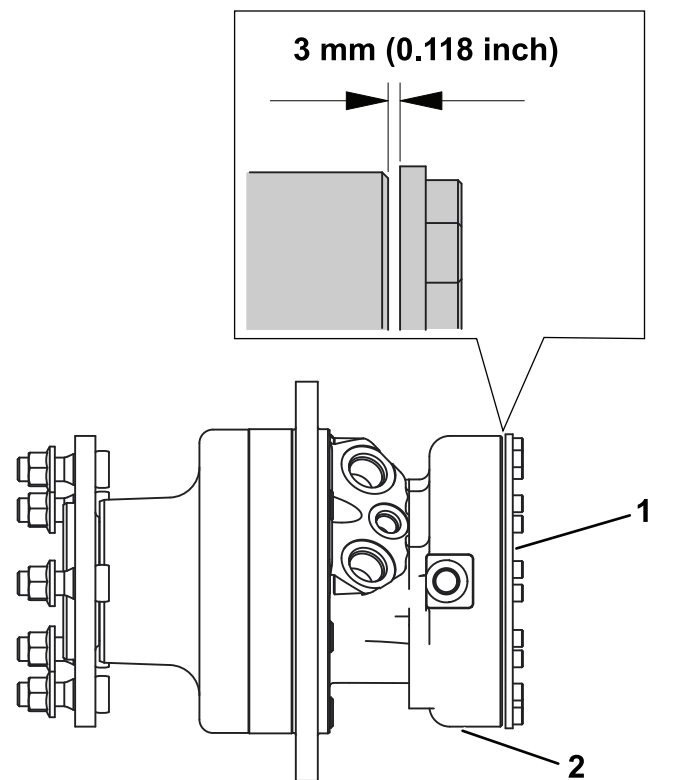

Figure 3
5. Le frein est desserré quand le couvercle d'extrémité et le carter de frein sont espacés de 3 mm environ ; voir Figure 3.